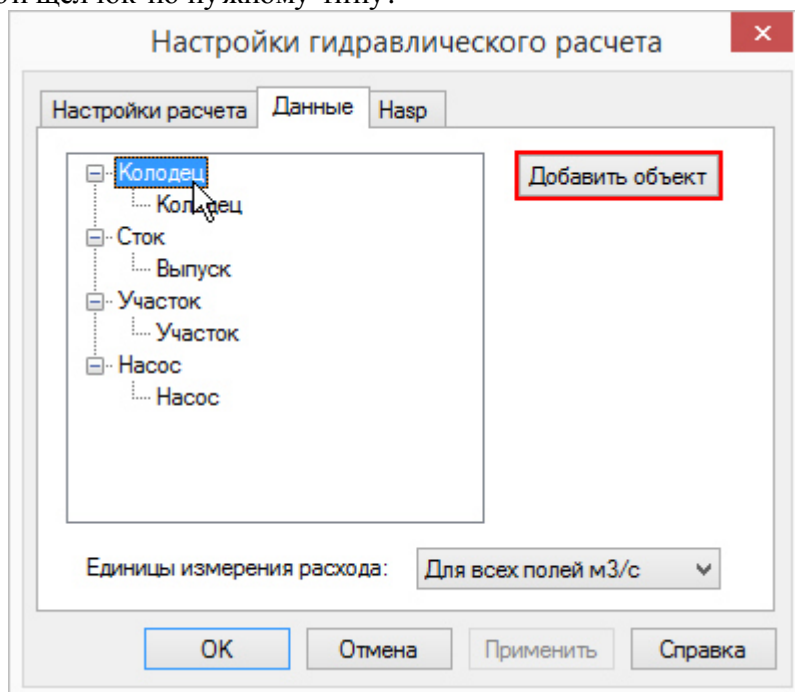

Рисунок 54. Добавление объекта
- 6 Нажмите кнопку **Добавить объект** (Рисунок 54, «Добавление объекта») или выполните двойной щелчок по нужному типу.